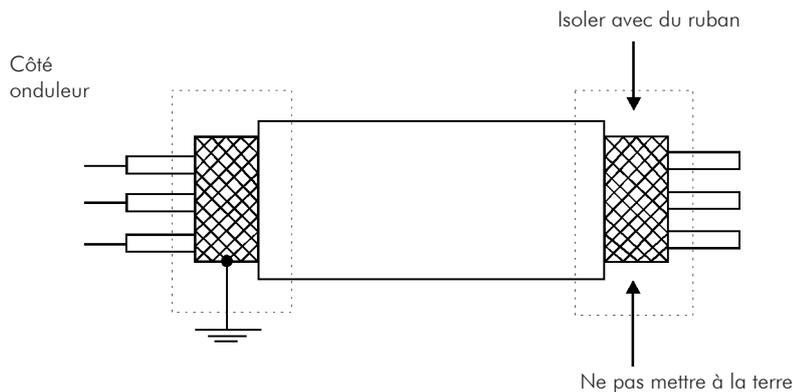
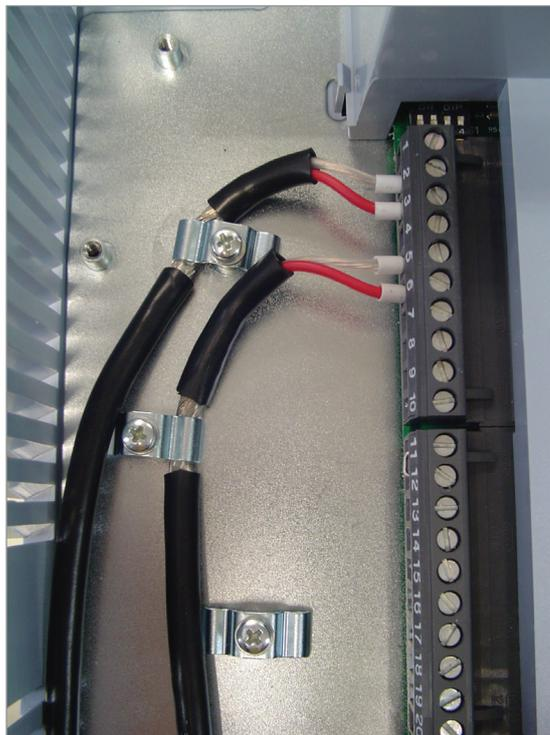

Figure 3.19 - Connexion du blindage
Figure 3.20 - Exemple de connexion du blindage pour le câblage de commande
4. La connexion adéquate du blindage de câble est présentée sur la Figure 3.19 à la page 3-30 et la Figure 3.20 à la page 3-30 montre comment connecter le blindage de câble à la mise à la terre.